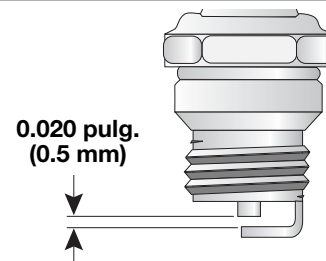

Fig. 18
3. Fije la separación de aire a 0,5 mm (0,020 pulgadas) utilizando un calibrador (Fig. 18).